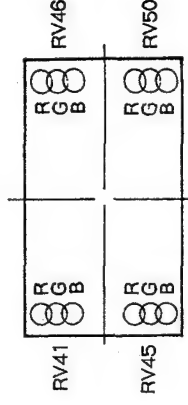

図 1-23
3. DC基板のRV41, RV45, RV46, RV50にて赤・緑・青のドットが重なるように調整する。(図1-23参照)